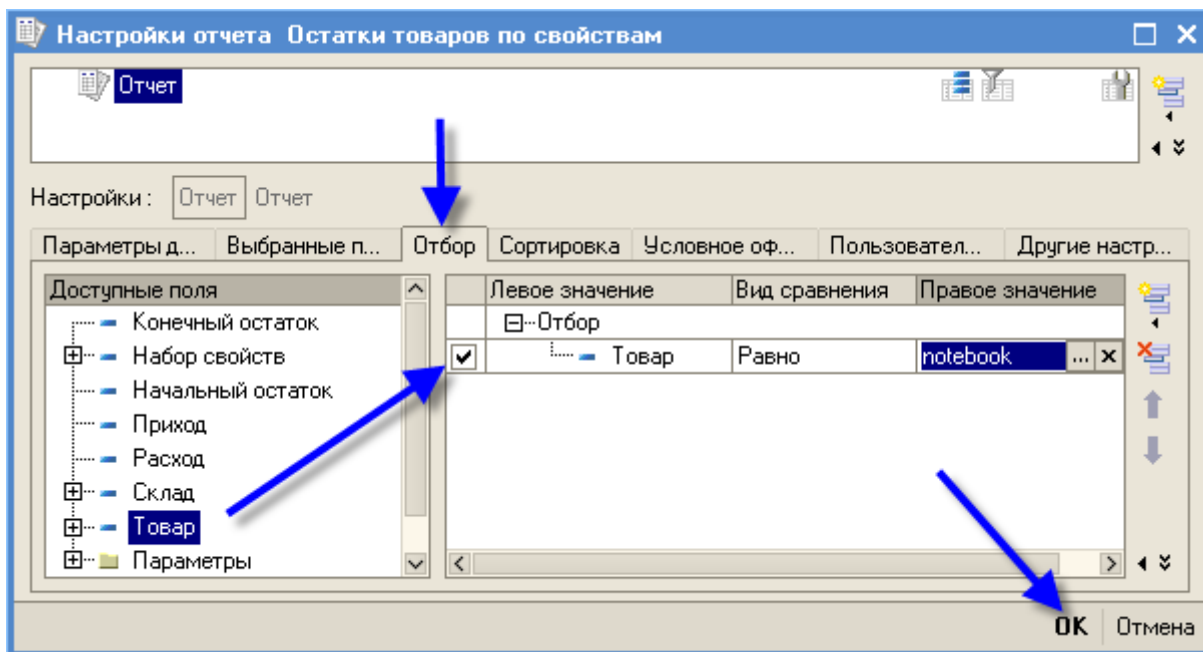

Рис.149
- положим, что вам надо получить информацию о товарах типа Notebook. Перейдите на закладку *Отбор* (рис. 149), в списке доступных полей выберите *Товар*, в поле *Вид сравнения* установите *Равно*, а в поле *Правое значение* выберите Notebook, нажмите ОК;